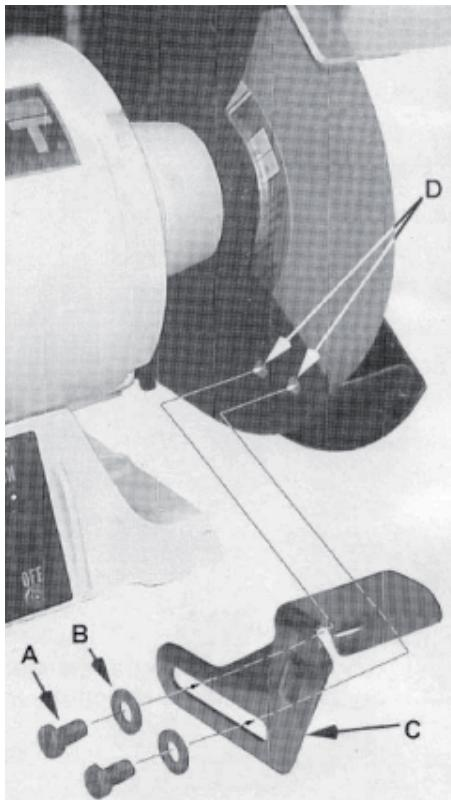

Рис.1
Посилаючись на рисунок 1:
- Є правий та лівий підручники. Дивіться на рисунок 1, аби впевнитися в тому, що Ви встановлюєте їх правильно.
- Використовуючи болти (A) та шайби (B) із пластикового пакету, зафіксуйте упори для рук, накрутивши два болти (A) через дві пласкі шайби (B) і кронштейн підручника (C) на корпус кола (D), як зазначено на рисунку 1.